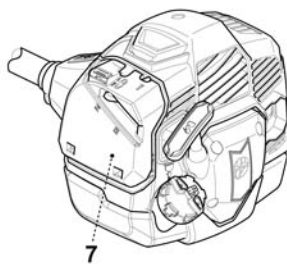

Fig. 12
- > Si el motor está frío, presione el cebador [7] al arrancar (Fig. 12).